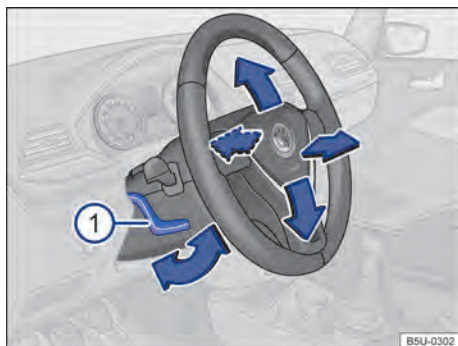

Fig. 59 Embaixo e a esquerda do volante junto com o revestimento da coluna de direção: alavanca de ajuste da posição do volante.
- Empurrar a alavanca → Fig. 59 ① para baixo e colocar o volante na posição desejada.